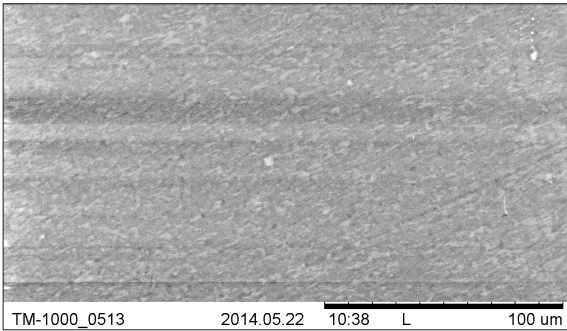

Abbildung 1: REM-Aufnahme Hauptpolymer 1 mit Blendpolymer 2
- Die Untersuchung der Compounds hat ergeben, dass die Partikelgrösse des Blendpolymers Einfluss auf die mechanischen Eigenschaften hat. Abbildung 1 zeigt eine Aufnahme mit dem Rasterelektronenmikroskop. Die hellere Phase stellt das Polymer 2 dar.